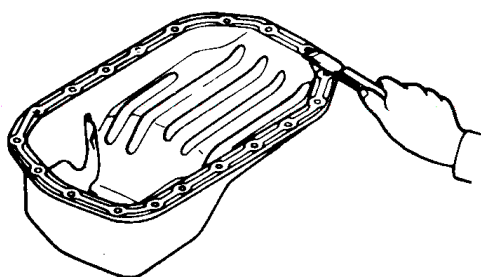
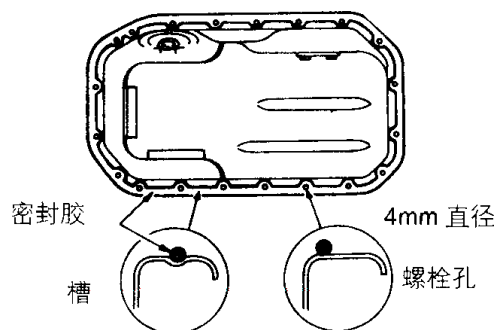

图 2-80 除去油底壳表面密封胶
图 2-81 涂抹密封胶
(3) 安装油底壳时，先从油底壳和气缸体接触表面除去密封胶（见图 2-80 所示），再对油底壳凸缘的内侧四周涂 4mm 宽的珠状密封胶（见图 2-81 所示）。所规定的密封胶为三菱牌产品号 MD997110 或相当的品种。涂上密封胶后 15min 内将油底壳装配到气缸体上。